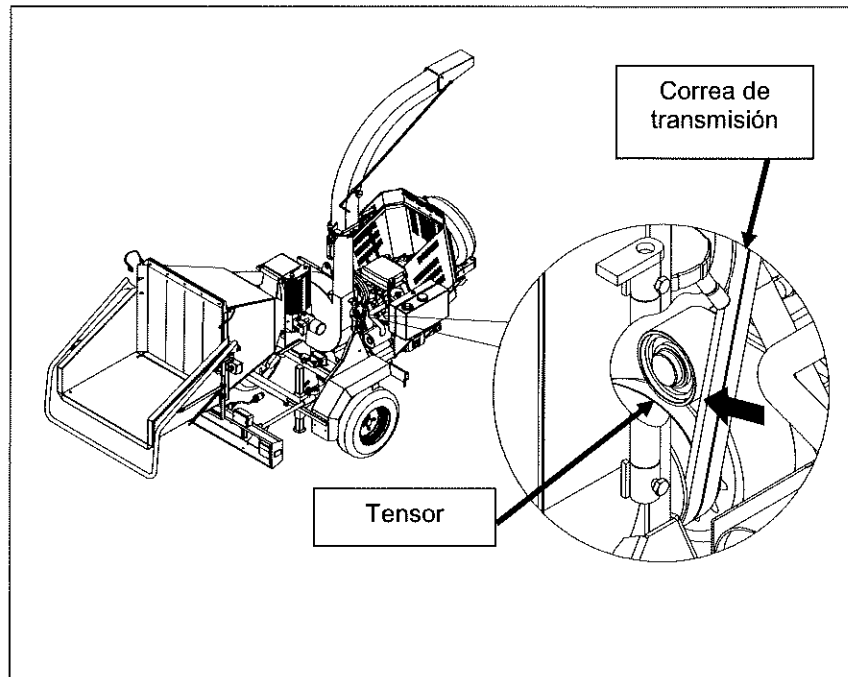

Fig. 18
- Aflojar el tornillo del tensor y empujarlo hacia la dirección de la flecha para aflojar la tensión de las correas (Fig. 18).